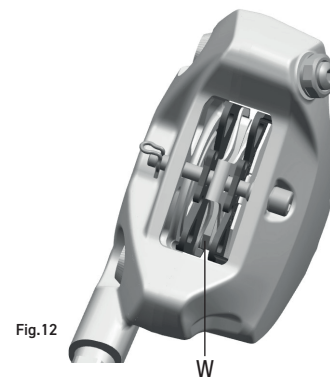

Fig. 12
- usure excessive des plaquettes de frein (lorsque l'indication d'usure d'une ou plusieurs plaquette n'est plus visible) (W - Fig. 12).